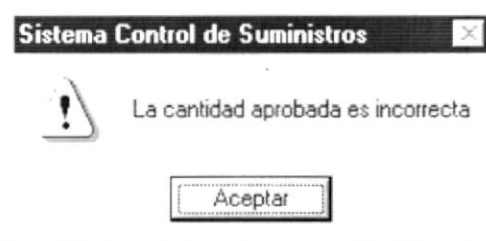

Figura 9.43 Mensaje de Advertencia
2. En la columna **Cant. Entregada** (Cantidad que debería entregar) coloque la cantidad que despachará. Esta no puede ser mayor al valor indicado en la columna **Cant. Por Entregar** (Cantidad que Ud. Entregará) ni mayor a la columna **Stock** (existencia actual de suministros). En caso de cometer un error el sistema mostrará el mensaje de la **Figura 9.43**.